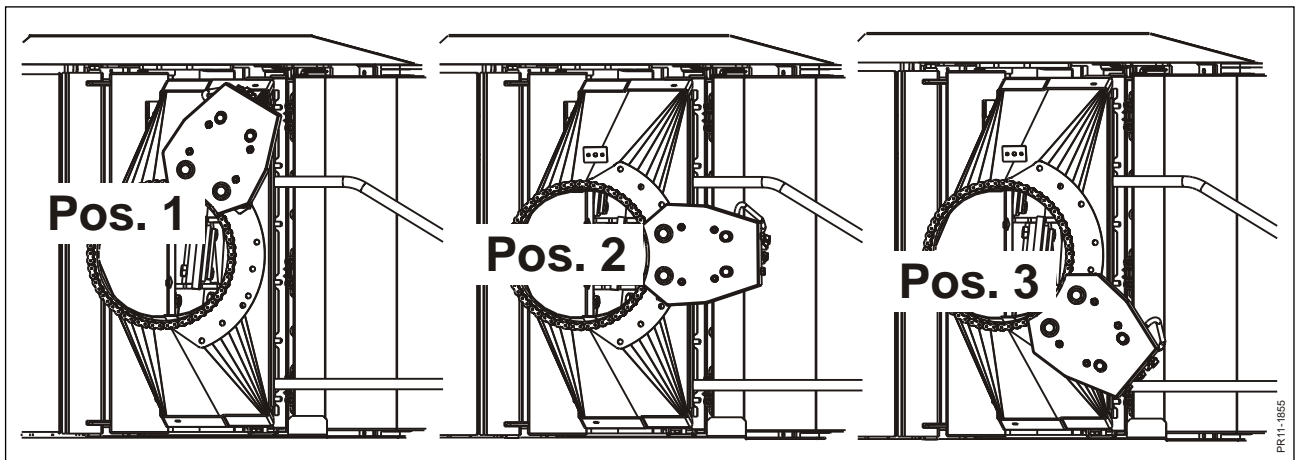

Fig. 3-10
- Fig. 3-10** Pos. 1 til aflæsning til højre